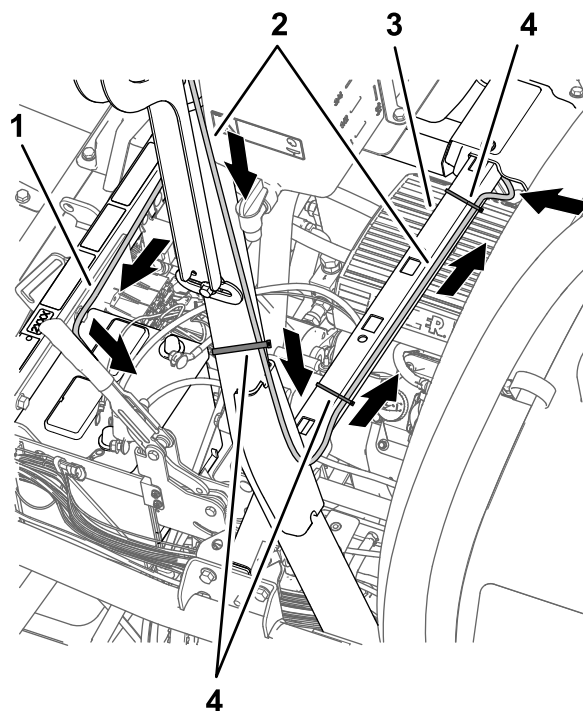

Figura 200
1. Disponete il cablaggio dati e il cablaggio della batteria lungo la parte posteriore del roll bar verticale di sinistra all'elemento trasversale per il supporto del sedile (Figura 200).
2. Fissate la diramazione di 390 cm del cablaggio dati per il ricevitore di navigazione al roll bar, come illustrato nella Figura 200.
5. Disponete il cablaggio dati e il cablaggio della batteria sull'elemento trasversale per il supporto del sedile e fissate la diramazione di 390 cm del cablaggio dati all'elemento trasversale con 2 fascette per cavi (Figura 200 e Figura 202).